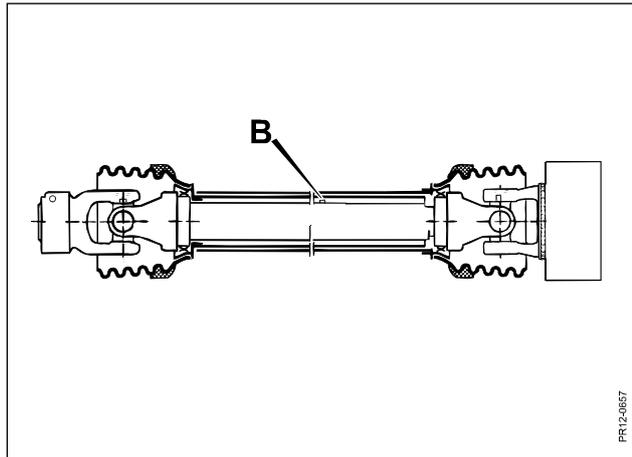

Fig. 4-2
**Fig. 4-2** Die Profilrohre in dieser Welle bewegen sich während der Arbeit permanent zueinander. Deshalb ist die Maschine mit einer Spezialwelle ausgerüstet, bei der die Rohre von außen geschmiert werden können, d.h. ohne die Welle zu trennen, mittels eines zentral angebrachten Schmiernippels **B**.